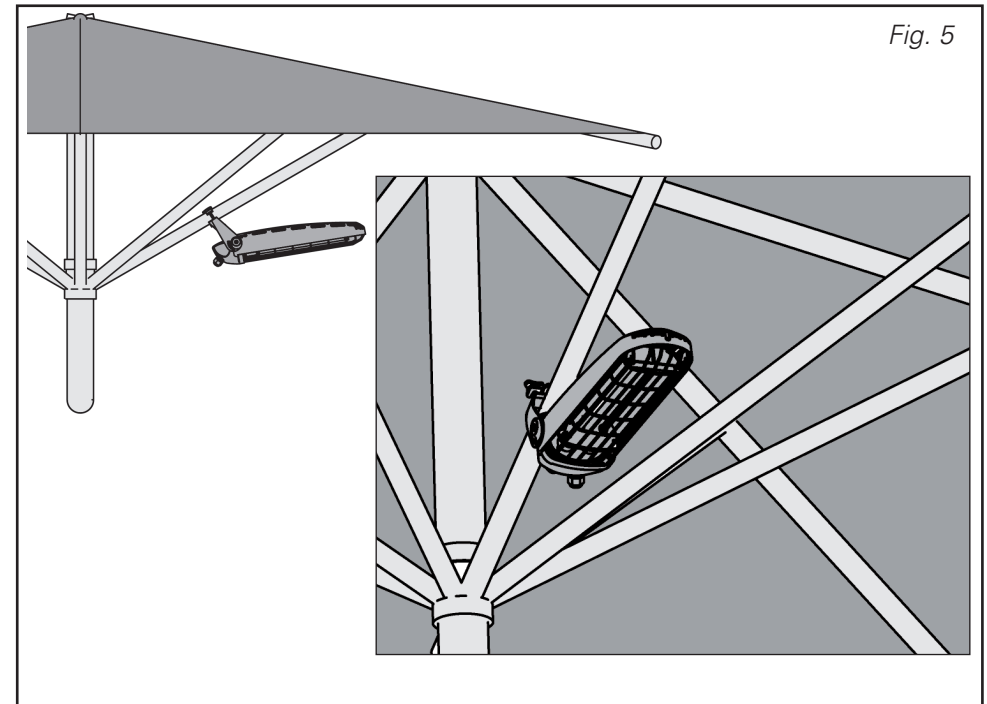
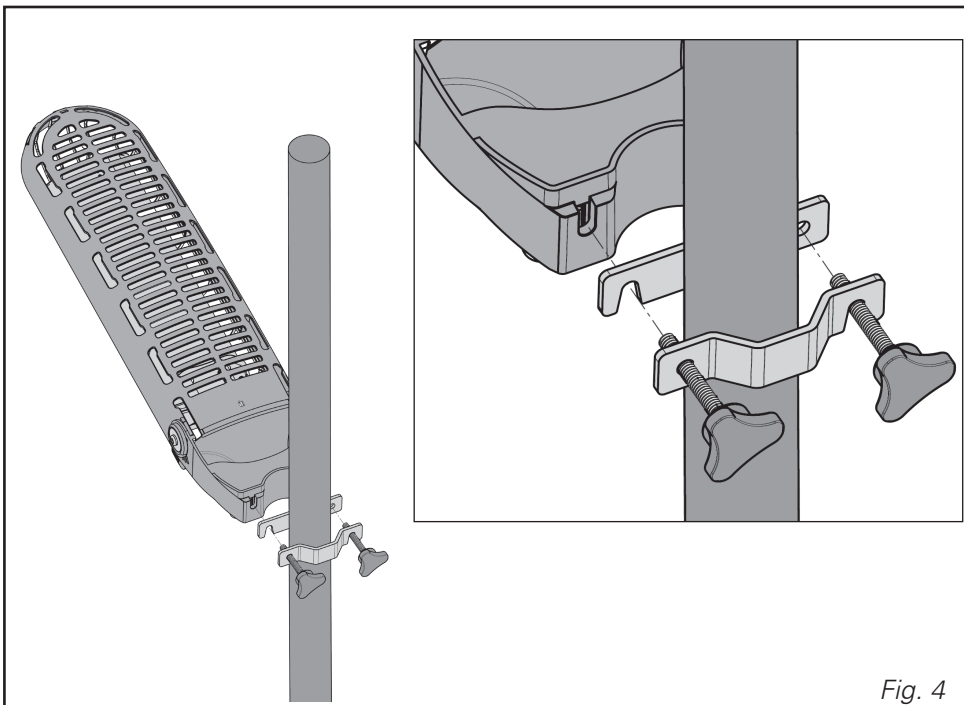
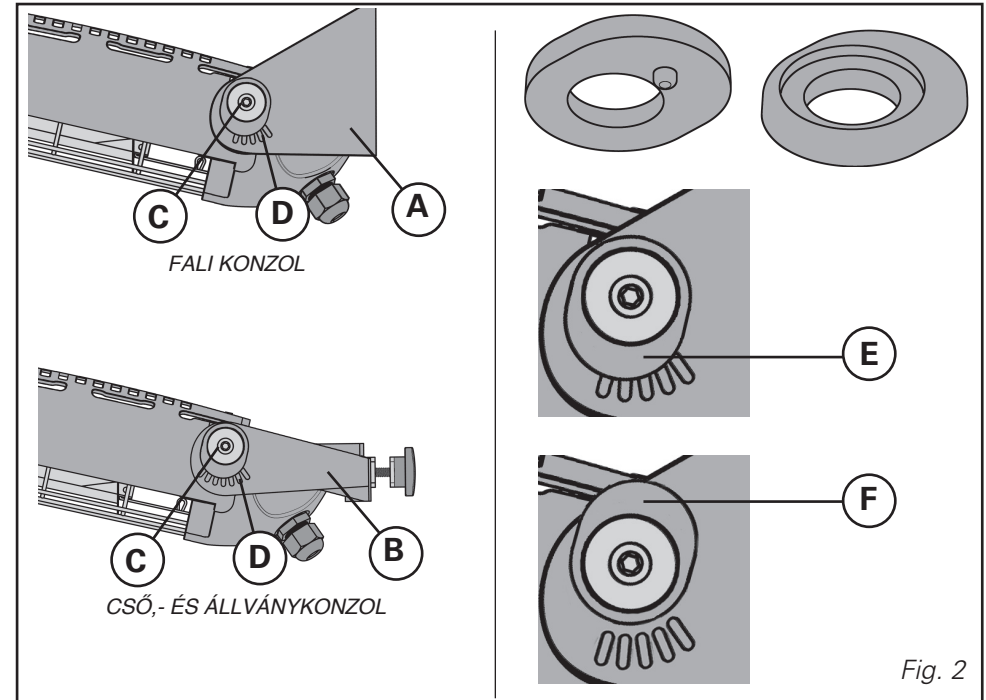

Fig. 5
Fig. 4
Fig. 2
1. **Oldalfalra szerelhető:** Mielőtt felfűrná a fali konzolt a falra, győződjön meg róla, hogy a fal tömör, és a furatok nem fúrnak át víz vagy gázvezeték. 5 mm átmérőjű furatot fúrjon a falba, majd a konzolhoz tartozó tiplikkel és csavarokkal rögzítse fel a fali konzolt (fig. 2-A). A konzolon bevágásokat lát (fig. 2-D), amelyek a konzol helyes felhelyezésekor lefelé néznek. Miután a konzolra rögzítette a LUCCIOLA-t, állítsa be a megfelelő dőlésszöget, és rögzítse a biztosítóval (fig. 2-C).
2. **Rögzítés cső állványra (fig. 4) vagy terasz napellenző re (fig. 5):** A LUCCIOLA infra hőszugárzót felszerelheti cső állványra, vagy kültéren használható napernyő re, napellenző re (M789-es konzol segítségével – nem tartozék | fig. 2-B). A tartó, amire fel kívánja szerelni, lehet kör alakú (Ø 20 – 45 mm között) vagy négyzet alakú (□ 18 – 33 mm hosszúságú oldalakkal). A felszerelési lehetőségeket a fig.8 ábra mutatja. Felszerelés után ellenőrizze, hogy a bevágások (fig. 2-D) a konzol oldalán alul helyezkednek el. Miután beállította a megfelelő dőlési szöget, rögzítse a biztosítóval (fig. 2-C).
A konzolok rögzítője (fig 2-C) körött egy takaró található. A takaró hátulján egy akadályozó gomb található. Ha a gombot az alsó lyukba helyezzük be (fig. 2-E), akkor megakadályozzuk a LUCCIOLA dőlésszögének állítását. Ez hasznos lehet, ha kültéren használjuk, és nem szeretnénk, ha illetéktelenek elállítanák a beállított szöget. Ha a gombot a felső lyukba helyezzük (fig. 2-F), akkor a LUCCIOLA döntése lehetséges (megfelelően rögzített állapotban).